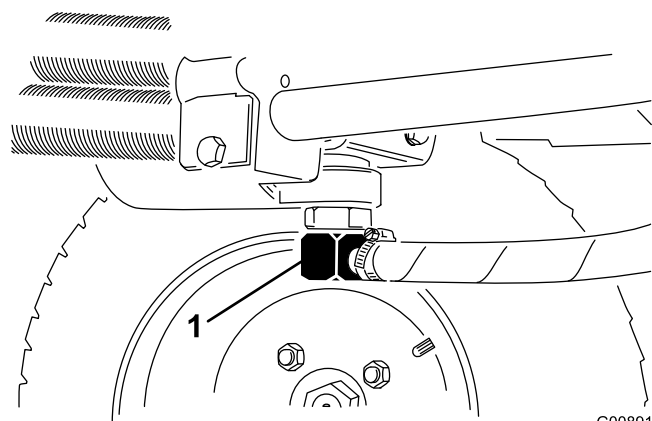
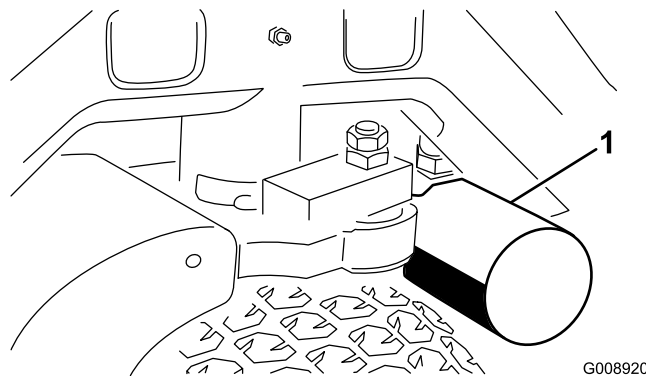

図 72
図 73
2. 油圧ラインの接続部（図 72）または油圧フィルタ（図 73）を外し、流れ出すオイルを容器に受ける。
4. フィルタ (図 73) の下に廃油受けを置いてフィルタを外す。